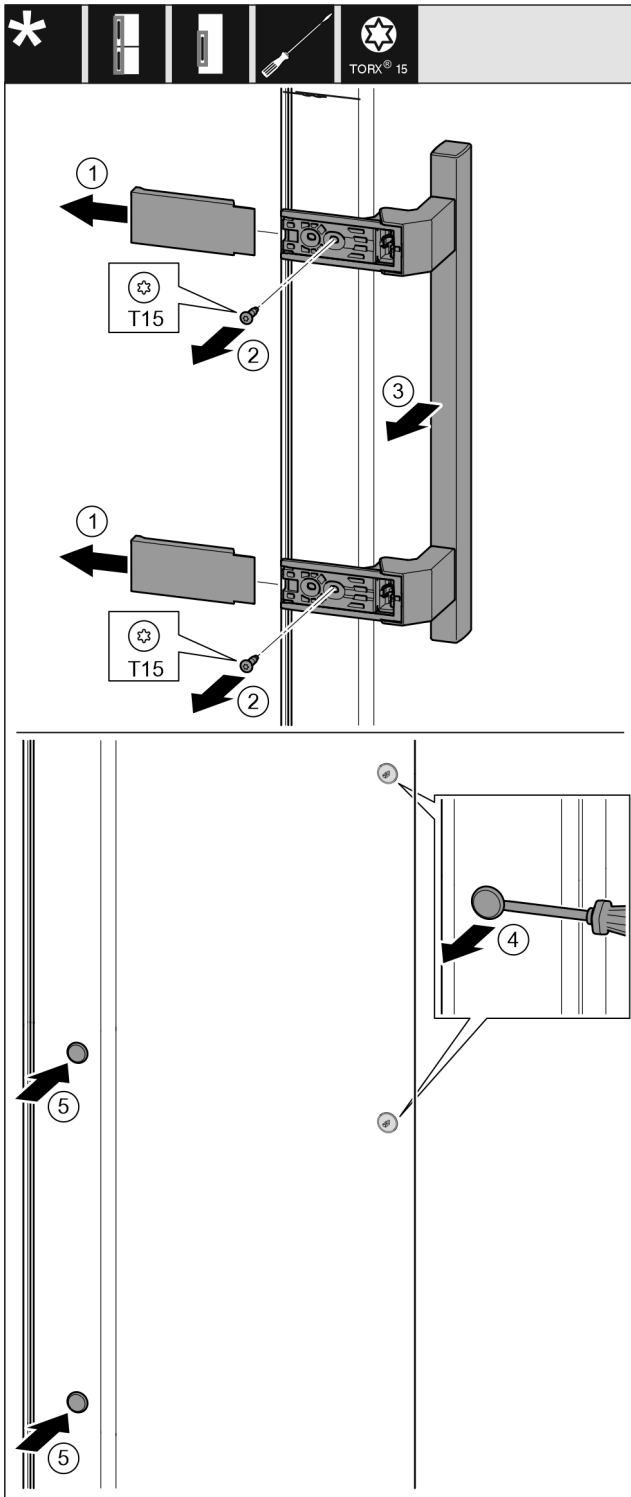

Fig. 10
- ▶ Stáhněte kryt. Fig. 10 (1)
- ▶ Šroubovákem Torx 15 vyšroubujte šrouby. Fig. 10 (2)
- ▶ Sejměte madlo. Fig. 10 (3)
- ▶ Postranní zátku opatrně plochým šroubovákem nadzvedněte a vytáhněte. Fig. 10 (4)
- ▶ Zátku opět vložte na druhé straně. Fig. 10 (5)